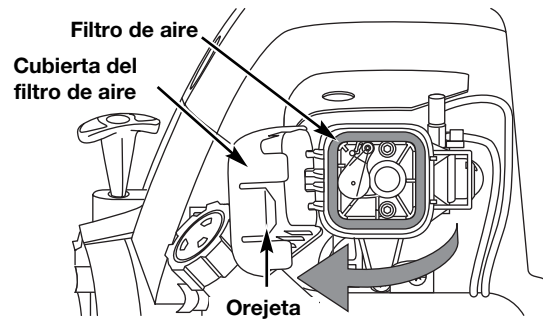

Fig. 23
1. Abra la cubierta del filtro de aire. Empuje hacia adentro la orejeta del lado derecho de la cubierta, y extraiga la cubierta del filtro de aire hacia afuera y hacia la izquierda (Fig. 23).
2. Retire el filtro de aire (Fig. 23).